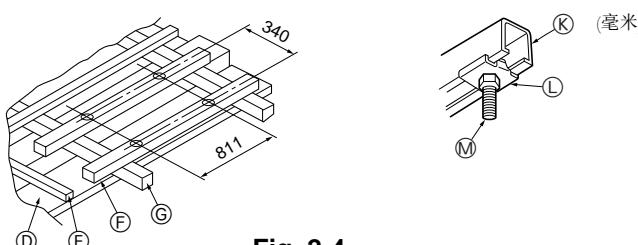

Fig. 2-4
① 格栅的外侧
② 天花板开口
③ 螺距
④ 电气箱
### ① 木结构 (Fig. 2-4)